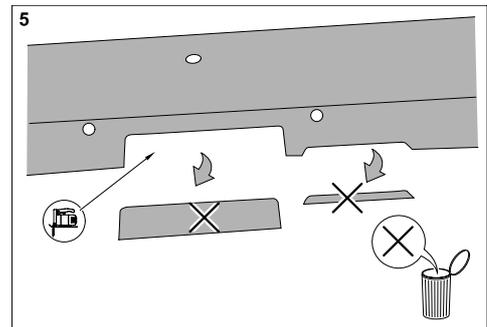

Figure 5 : Support de pare - chocs avec découpure et biseau
- 14.) Découper le support de pare - chocs à côté de la barre à rotule et conformément à la marque. Effectuer un biseau de $4 \times 45^\circ$ sur le bord inférieur du support du pare - chocs, à la hauteur de la prise de courant, et sur une longueur de 80 mm (en face de la marque gauche sur le côté supérieur du support du pare - chocs), voir figure 5.
- 15.) Installer le pare - chocs et, avant de visser, ajuster la hauteur du pare - chocs par rapport à la carrosserie (fente uniforme vers le tablier AR) en mettant éventuellement une clef à six pans creux de 14 sur les douilles de réglage (7) du dispositif de remorquage. Fixer le pare - chocs avec les vis à six pans creux M 10 (ajuster aussi le cas échéant dans le sens de la longueur).